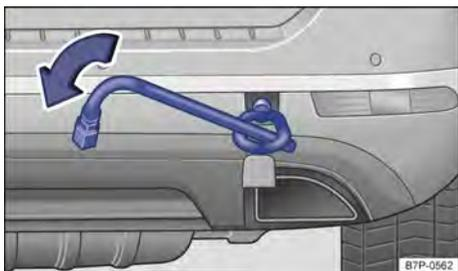

Fig. 252 No para-choque traseiro à direita: rosquear a argola de reboque.
- Rosquear a argola de reboque tão firme quanto possível **no sentido anti-horário** no alojamento → Fig. 252 → ⓘ. Utilizar um objeto apropriado com o qual a argola de reboque possa ser rosqueada com firmeza no alojamento.